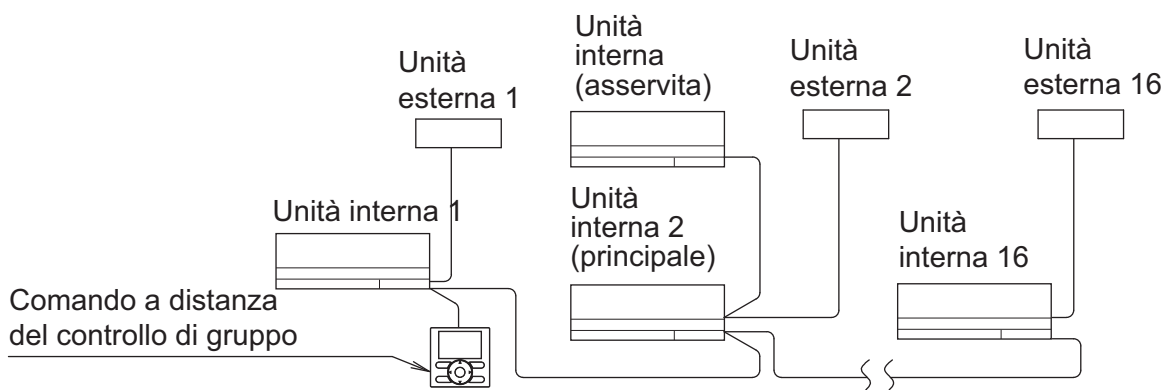

Fig. 28
- Se si utilizza l'apparecchiatura come unità accoppiata o unità principale per il funzionamento simultaneo di più unità, si può comandare simultaneamente (in gruppo) l'accensione/lo spegnimento di 16 unità max. con il comando a distanza. **(Fare riferimento alla Fig. 28)**